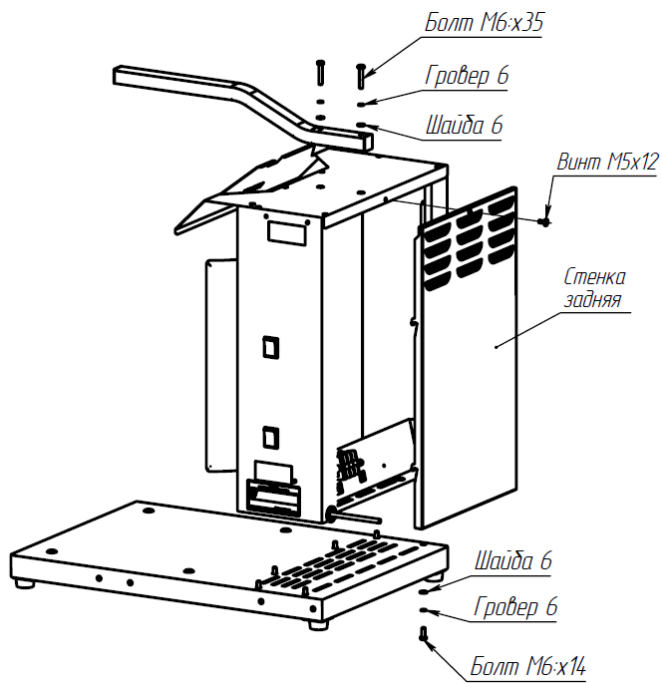
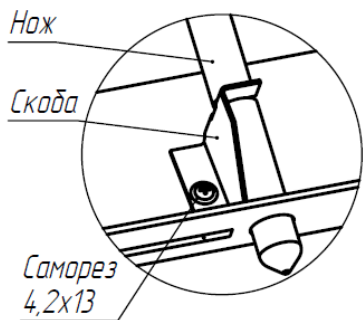
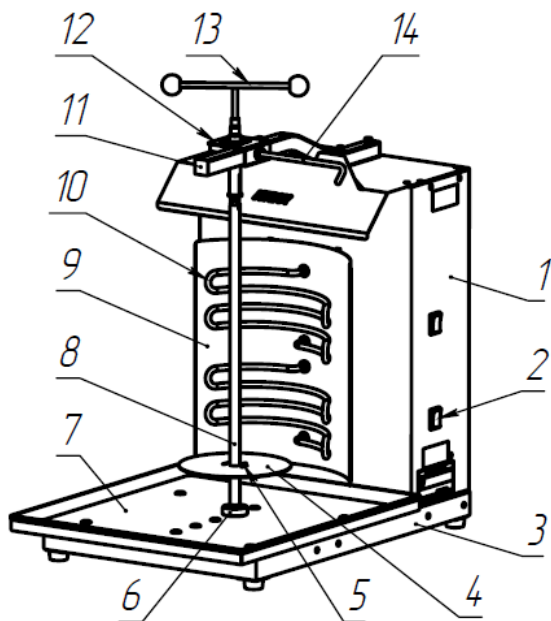

Рис.1
Рис.2
Рис.4
5.2. Снять стенку заднюю. Для этого открутить винт М5х12 (рис.1), затем приподнять стенку вверх и подать на себя.
5.3. Вынуть из корпуса нож, открутив саморез 4,2х13 (рис.2) и удалив скобу, крепящую нож. Установить стенку заднюю на место (вставить в проем, приподняв вверх под крышку, и затем опустить ее прижимая к корпусу, чтобы крючки вошли в отверстия). Закрепить стенку заднюю винтом М5х12 (рис.1).
5.4. Соединить штангу (11) (рис.4) с корпусом (1) с помощью двух болтов М6х35 с шайбами (рис.1).
Соединить корпус установки с основанием с помощью шести болтов М6х14 с шайбами (рис.1).
5.7. Поставить собранную установку в вертикальное положение. Разместить держатель ножа (12) на штанге (11) и закрепить его с помощью фиксатора стопора (14) (рис.4).